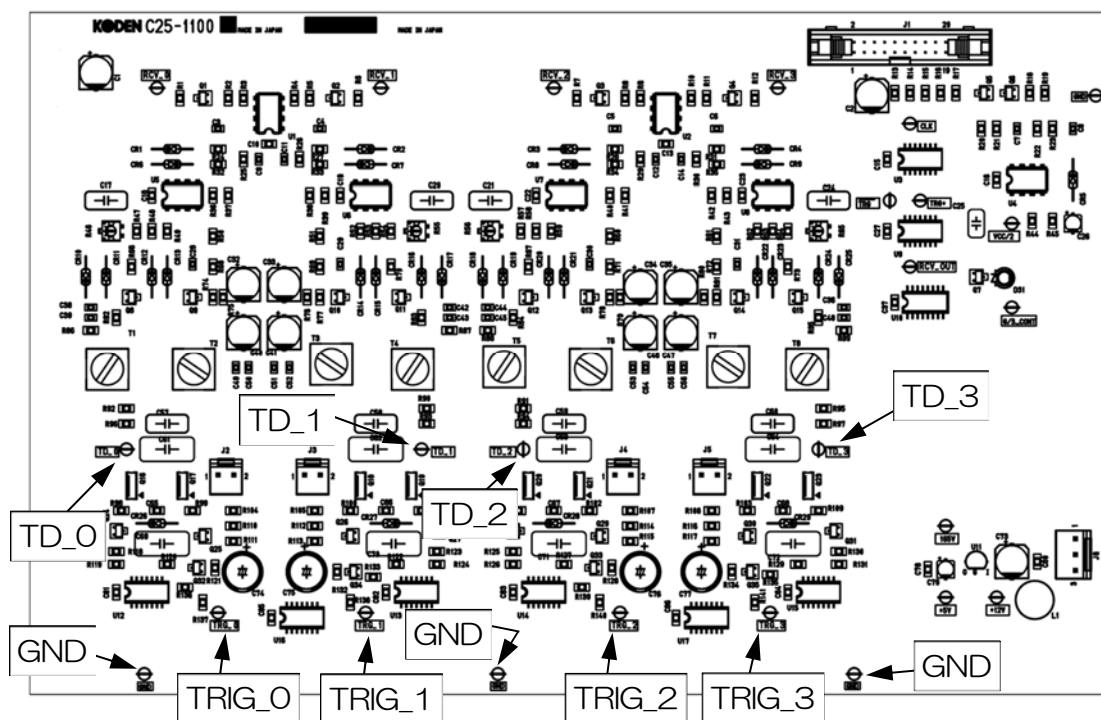

図 4.16 C25-1100 端子配置説明図
2. オシロスコープのプローブをC25-1100に接続してください。（表4.2、図4.16参照）